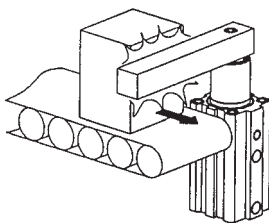

图2
①气缸的活塞杆上若受到回转力，会导致动作不良、不回转精度降低，故使用时，必须遵守下记事项。
- ①回转方向的工作(夹紧、限位器等)，绝对不可进行。(图2)